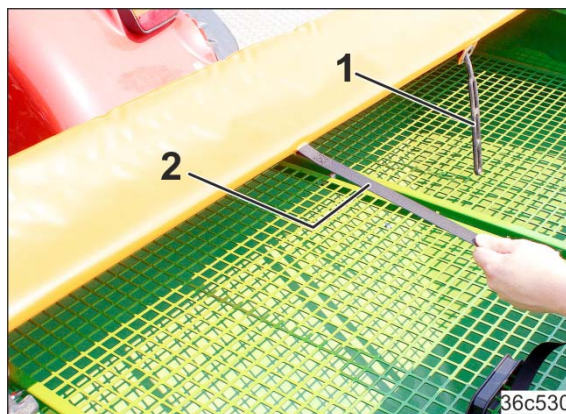

Fig. 155
7.1 2 Løsne laskene (Fig. 155/1) forsiktig.
7.2 Hold fast lasken og stroppen (Fig. 155/2).